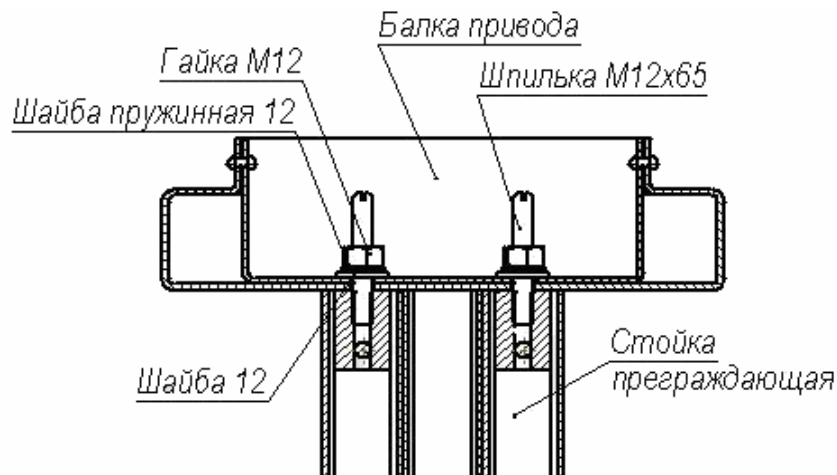

**Рисунок 13. Схема разметки для установки турникета**
2. Выполните на установочной поверхности разметку отверстий для монтажа турникета в соответствии с рис. 13.
3. Выполните на установочной поверхности разметку кабельных каналов для прокладки кабелей блоков индикации (10) и (11) и, при необходимости, кабелей считывателей (23) и (24). Также выполните разметку расположения переходной клеммной колодки (27) и кабельных каналов для прокладки кабелей питания турникета (17), подсветки прохода (18) и кабеля управления (21). Расположение переходной клеммной колодки и схема прокладки указанных кабелей определяются потребителем по месту.
- 7.1. Установите левую секцию формирователя прохода (6) таким образом, чтобы опорная стойка секции с блоком индикации (9) располагалась над зоной *L* (см. рис. 13).
- 7.4. Подведите кабель блока индикации (10) и кабель считывателя (23) по кабельному каналу к зоне *A*.
8. Установите и закрепите правую секцию формирователя прохода (7) таким образом, чтобы опорная стойка секции с блоком индикации располагалась над зоной *R* (см. рис. 13). Подведите кабель блока индикации (11) и кабель считывателя (24) по кабельному каналу к зоне *A*.
9. Смонтируйте преграждающую стойку (3). Для этого
- 9.6. Установите преграждающую стойку фланцем (4) на зону *A*, а нижний узел вращения (5) – на отверстие с анкером Ø25 мм (см. рис. 13).